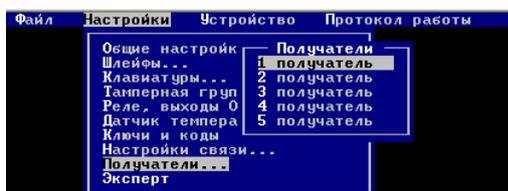

Рис. 33. Вход в настройку получателя
2.2.5.2 Настройка получателей начинается из меню «Настройки», выбором пункта «Получатели», как показано на рис. 33. Для каждого получателя должны быть выполнены общие